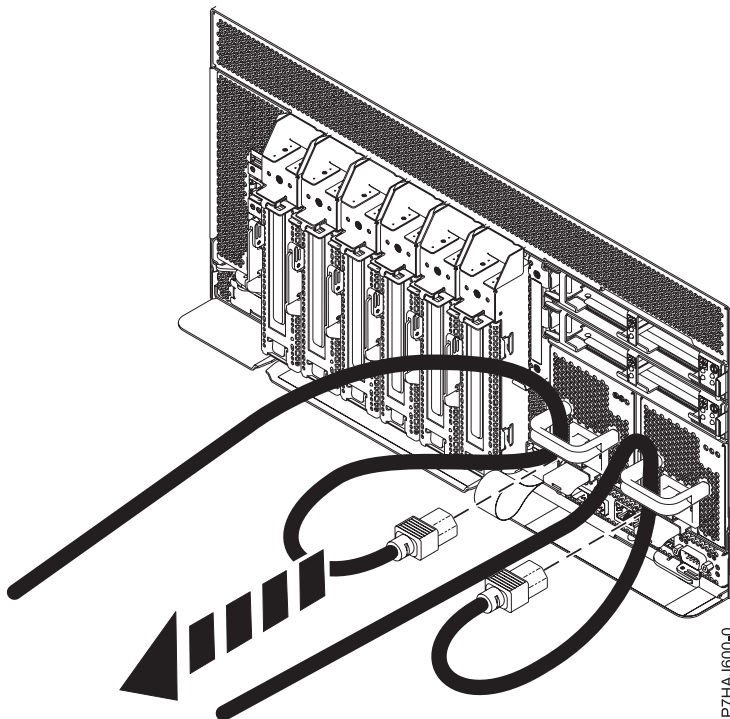

Figura 12. Quitar los cables de alimentación
3. Desconecte los cables de alimentación de la unidad del sistema como se muestra en la Figura 12.